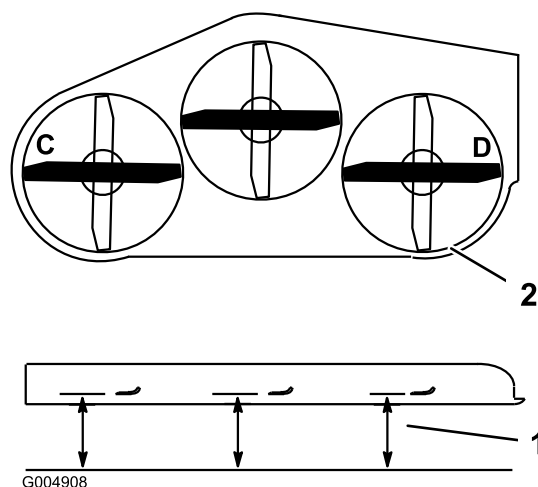
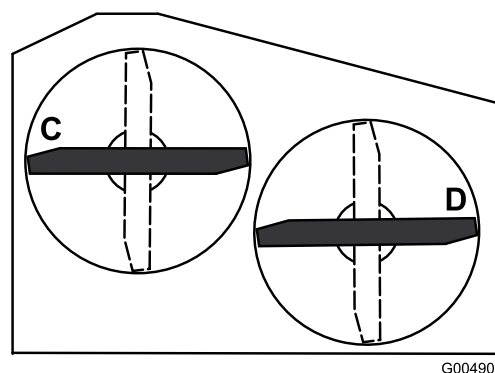

Figura 68
Figura 69
- Coloque las cuchillas en posición lateral. Mida la cuchilla en las posiciones C y D desde una superficie nivelada hasta el filo de corte de las cuchillas (Figura 68). Para las plataformas de cortacésped de 36 pulgadas, consulte la Figura 69.